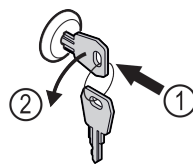

Fig. 159
- ▶ Zatlačte kľúč. Fig. 159 (1)
- ▶ Otočte kľúč o 90° v protismere hodinových ručičiek. Fig. 159 (2)